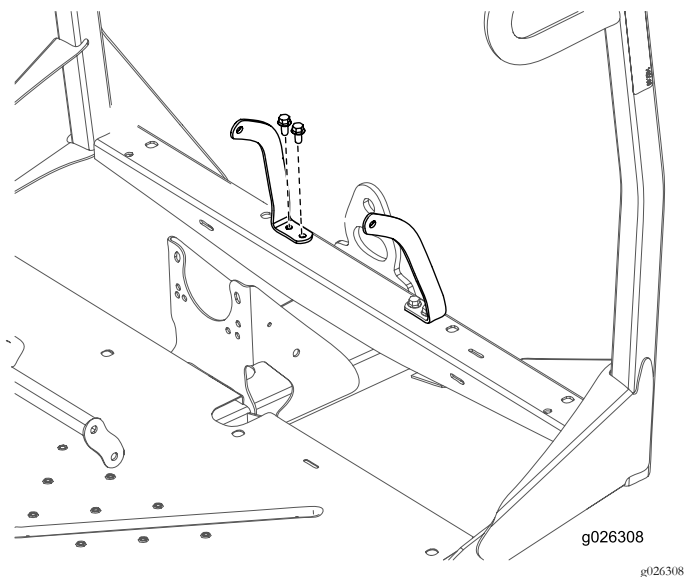

图9
5. 如图9所示用 4 个螺栓 3/8 x 3/4 英寸和 4 个螺母 3/8 英寸分别将左、右安全带锚栓固定至前机架。